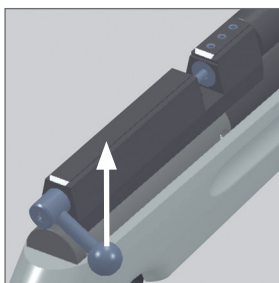
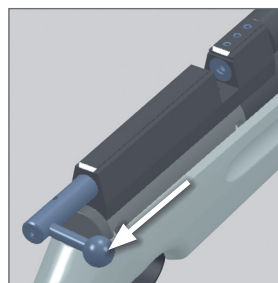

Fig. 14. Paso 2
Fig. 15. Paso 3
- Compruebe que el cerrojo de la carabina se encuentra en la misma posición que la indicada en la fig. 14 (Paso 2).
- Gire el cerrojo hacia arriba (fig. 14. Paso 2) y tire de él hacia atrás (fig. 15. Paso 3) hasta amartillar la carabina, de forma que el cerrojo no pueda volver hacia delante de forma automática.